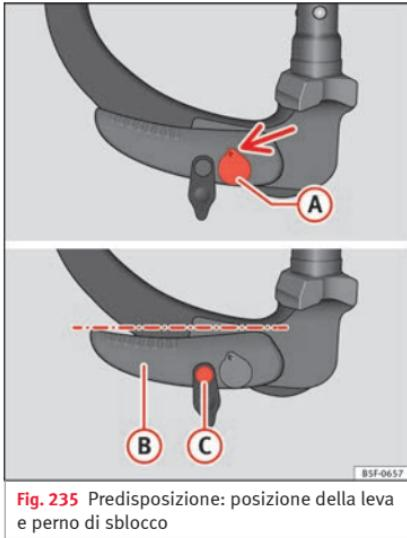

Fig. 235 Predisposizione: posizione della leva e perno di sblocco
- La chiave (A) » fig. 235 è nella posizione di sblocco (la parte bucata della chiave è rivolta verso l'alto).
- La leva (B) » fig. 235 è in posizione inferiore.
- Il perno di sblocco può essere mosso (C) » fig. 235.